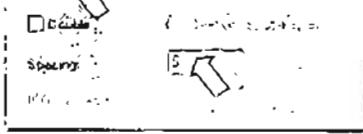

Рис. 7.33. Установка параметров штриховки
3. В поле Angle (Угол) установите из раскрывающегося списка угол штриховки 135° . В поле Spacing (Интервал) задайте расстояние между линиями штриховки 5 мм (рис. 7.33).